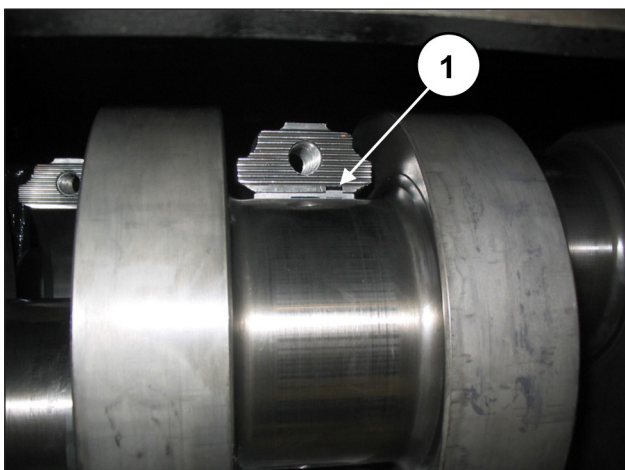

Fig. 57
Para uma montagem correta dos semi-rolamentos, certifique-se de que a lingueta de referência dos semi-rolamentos esteja posicionada na caixa adequada sobre a semi-haste (pos. ①, Fig. 57).